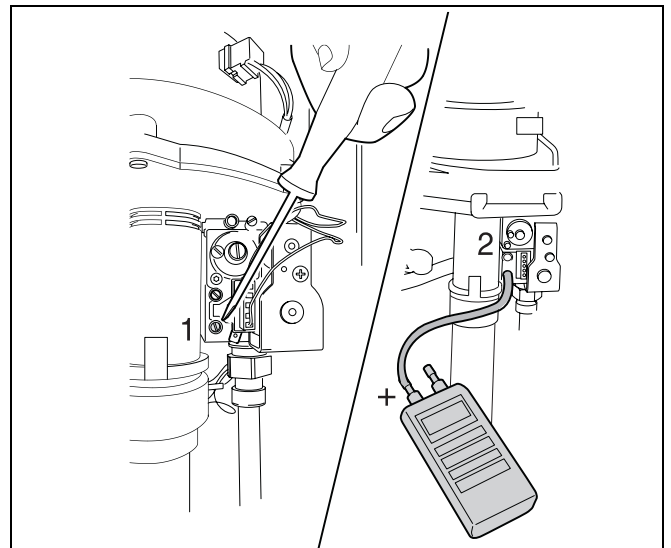

Рис. 29 Измерение предварительного давления газа
- Чуть ослабить винт уплотнения в ниппеле предварительного давления и потом подключить длинный шланг (рис. 29).
- Ослабить винт в самом нижнем ниппеле (измерительный ниппель предварительного давления) на два оборота (рис. 29, **поз. 1**).
- Установить шланг манометра на измерительный ниппель предварительного давления (рис. 29, **поз. 2**).